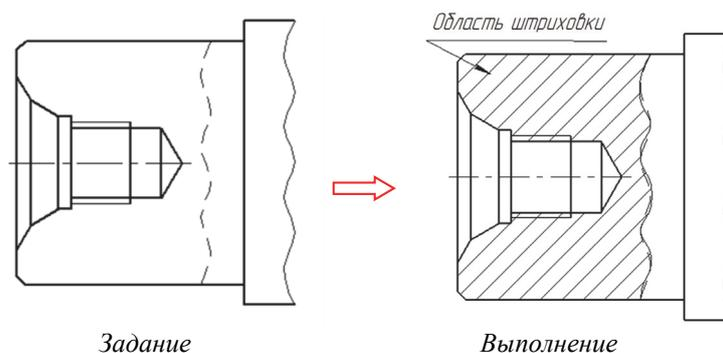

Рис. 1.20
Построить волнистую линию местного разреза. Заштриховать область детали слева от этой линии с шагом штриховки 2 мм под углом 45° (рис. 1.20).
3. Построить кривую выбранным стилем, как показано на рис. 1.20. Промежуточные точки выбираются так, чтобы линия была изогнутой (волнистой). Начало и конец линии должны точно совпадать с верхней и нижней горизонтальными линиями детали. Следить за привязками конечных точек линии.